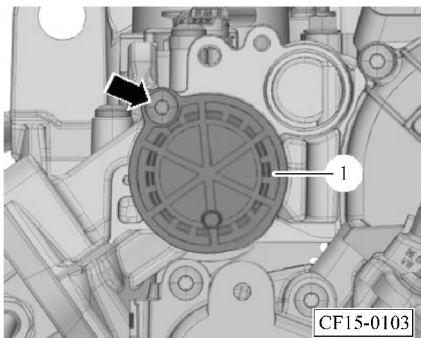

图 1-132 拧下密封盖
- 4) 拧出箭头处所示螺栓，并取下密封盖 1 如图 1-132 所示。